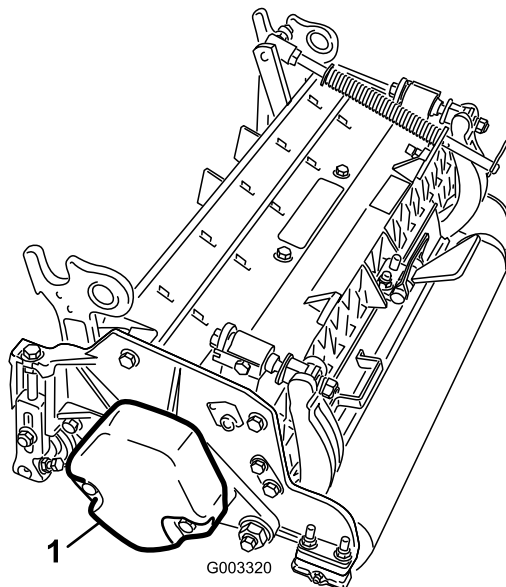

図3
4. カウンタウェイト(図3)を、決められている側に取り付けるカッティングユニットのオペレーターズマニュアルを参照。